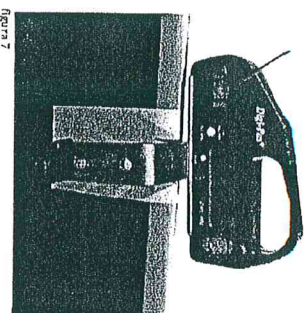

figura 7
In questo caso alla misura ottenuta vanno sommati 1,2° (nell'esempio di figura 7, la misura diventerebbe 21,3+1,2 = 22,5°)
- 5) Posizionando il goniometro digitale come indicato in figura 7, accertarsi tramite la bolla o la lettura dello strumento stesso di essere il più possibile in piano. Questo al fine di non alterare la successiva misura di angolo.